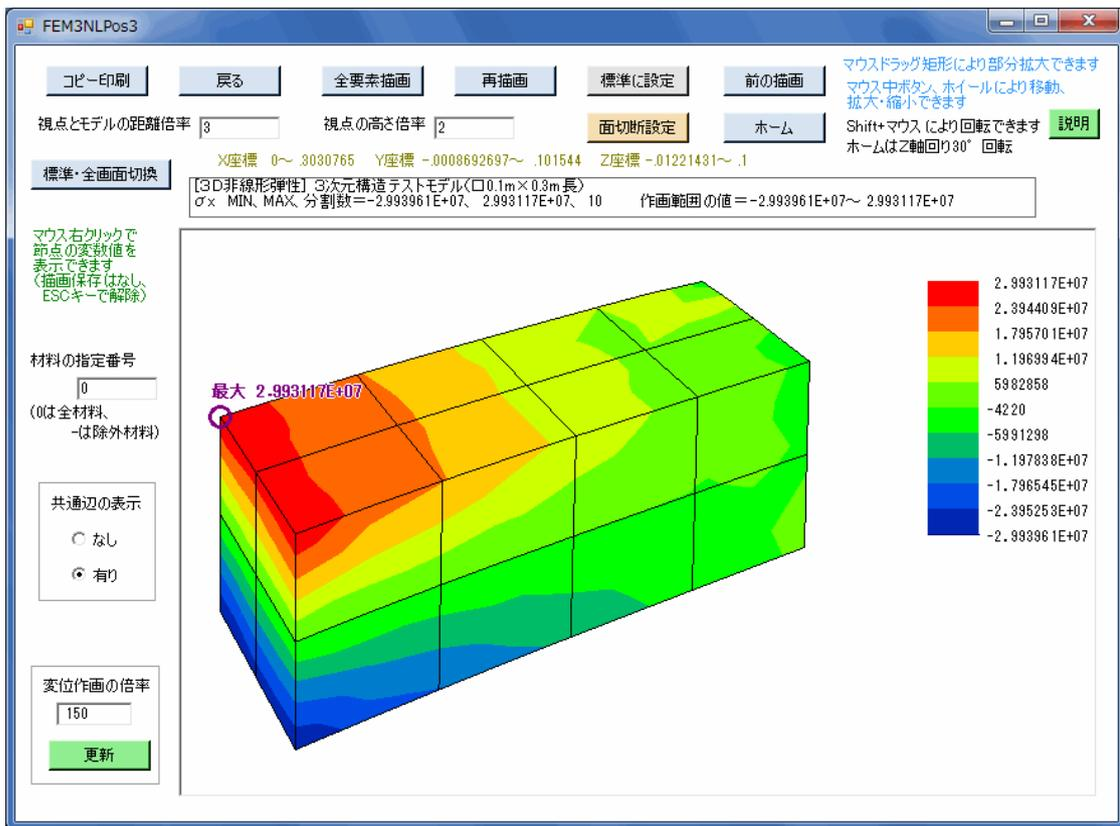
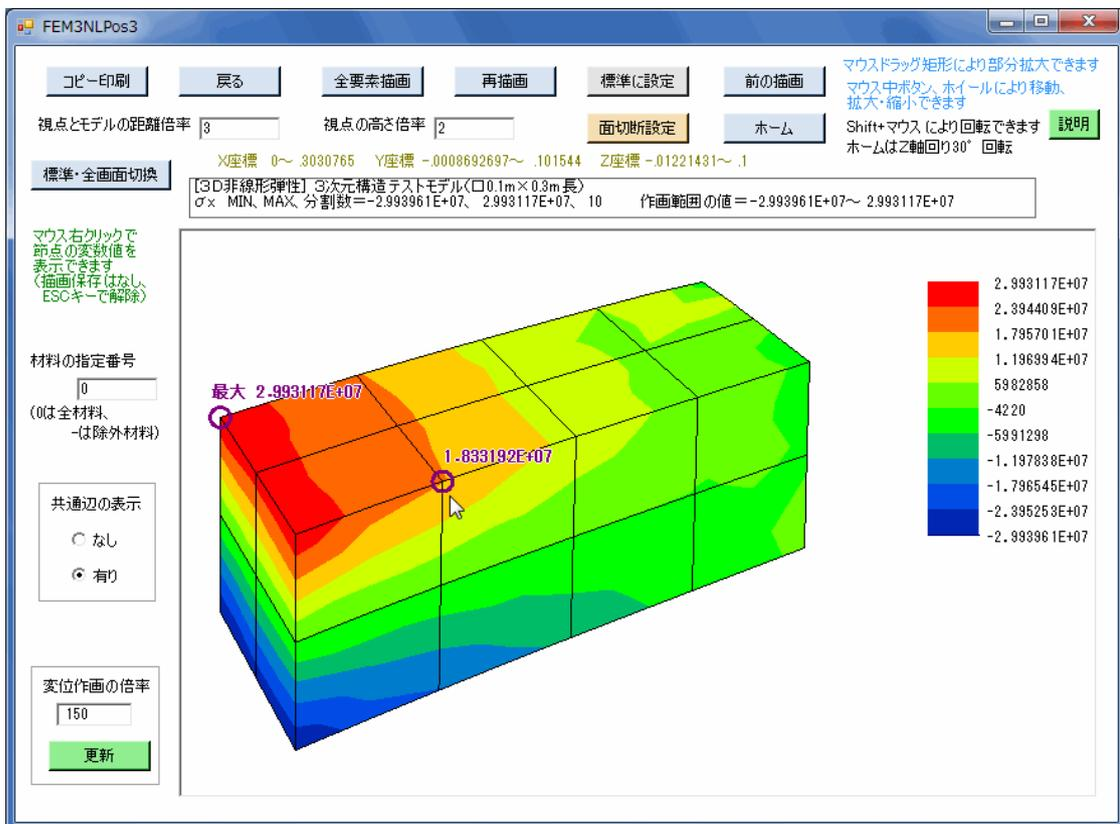

図7-7 等高線図の作画画面（共通辺の表示有り）
図7-8 等高線図の作画画面（マウス右クリックの節点の変数値表示）
- ①同画面のように、変形後の図上に等高線がカラー表示され、右欄には各等高線における変数値も明示してあります。
- ②本画面の左側の「変位作画の倍率」は、構造寸法に対する変位の作画倍率を示します。本数値を任意に変更して「更新」ボタンをクリックすると、変更が反映されます。
- ③本画面左側の「共通辺の表示」は、「なし」か「有り」を選択できます。選択した後に「再描画」ボタンをクリックします。
- ◇「共通辺の表示」を「有り」にした等高線図を図7-7に示します。同図では、要素どうし共有する辺が表示されています。
- ④本画面の上側に表示されている作画パラメーター、マウสดラッグによる部分拡大、回転操作等は、5.9節の構造図と同じです。
- ⑤マウス右クリックで任意の節点を選択すると、図7-8のように同節点の変数値が表示されます。
- ⑥「標準・全画面切換」ボタンをクリックすると、標準画面と全画面を切り換えることができます。また、画面Formの右下コーナー等をマウスドラッグすることにより、標準画面と全画面の間で自由に拡大・縮小できます。
- ⑦マウス中ボタン、ホイールにより移動、拡大・縮小を行なうことができます。中ボタンを押したまま動かせば図形を移動できます。また、ホイールの回転により拡大・縮小ができます。
- ⑧マウスドラッグ矩形により、等高線図の一部分を拡大できます。操作方法は5.9節の構造図と同じです。
- ⑨繰り返して描画を実施した場合、「前の描画」ボタンをクリックすると1つずつ前の描画にさかのぼることができます。
- ⑩「面切断設定」ボタンをクリックすると、面切断設定の画面に移り、面切断の仕方を設定できます。操作方法は構造図の作画と同じです。
- ⑪本画面で「コピー印刷」ボタンをクリックすると、プリンターで画面コピーを印刷できます。